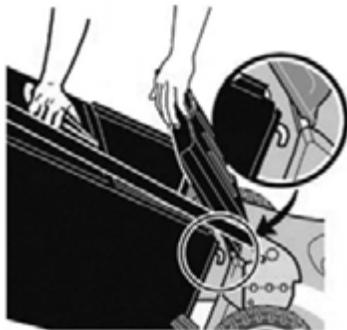

Рис. 9 Установка травосборника
- Если планируется сбор травы в травосборник- установите травосборник. Для этого одной рукой возьмите травосборник за рукоятку, другой рукой поднимите вверх заднюю крышку деки газонокосилки, зацепите крючки травосборника за ось задней крышки деки газонокосилки, после чего отпустите травосборник и медленно отпустите заднюю крышку деки газонокосилки (Рис. 9).